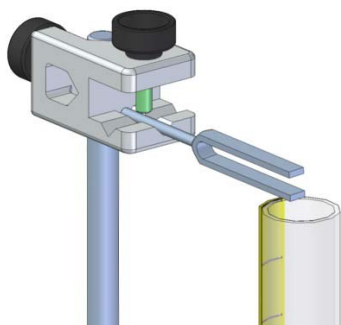
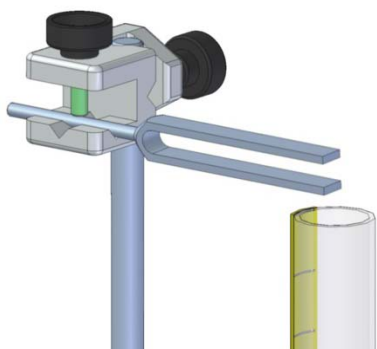

Fig. 2: Fixação de diapasões com cabo curto.
Fig. 3: Fixação de diapasões com cabo longo.
- Fixar a luva universal conforme Fig. 2 ou Fig. 3, dependendo do comprimento do diapasão, na extremidade superior da haste de suporte.
- Fixar o diapasão conforme Fig. 2 ou Fig. 3 na luva universal, de maneira que ambas as extremidades das hastes do diapasão estejam posicionadas o mais próximas possível da abertura do tubo de ressonância.